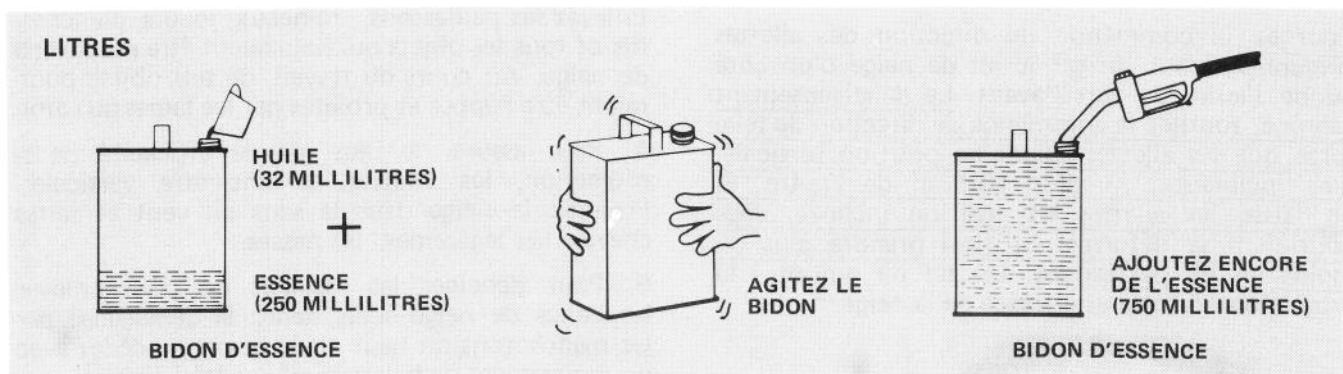

Figure 5C
1. Versez 250 millilitres d'essence au plomb ORDINAIRE dans un bidon à essence (Fig. 5C).
2. Versez 32 millilitres d'huile pour moteur à deux temps dans le bidon à essence (Fig. 5C). N'UTILISEZ PAS d'huile multigrade.
3. Agitez vigoureusement le bidon d'essence pour bien mélanger l'huile et l'essence (Fig. 5C). N'oubliez pas de mettre le bouchon sur le bidon d'essence avant de l'agiter.
4. Ajoutez 750 millilitres d'essence au mélange contenu dans le bidon (Fig. 5C).